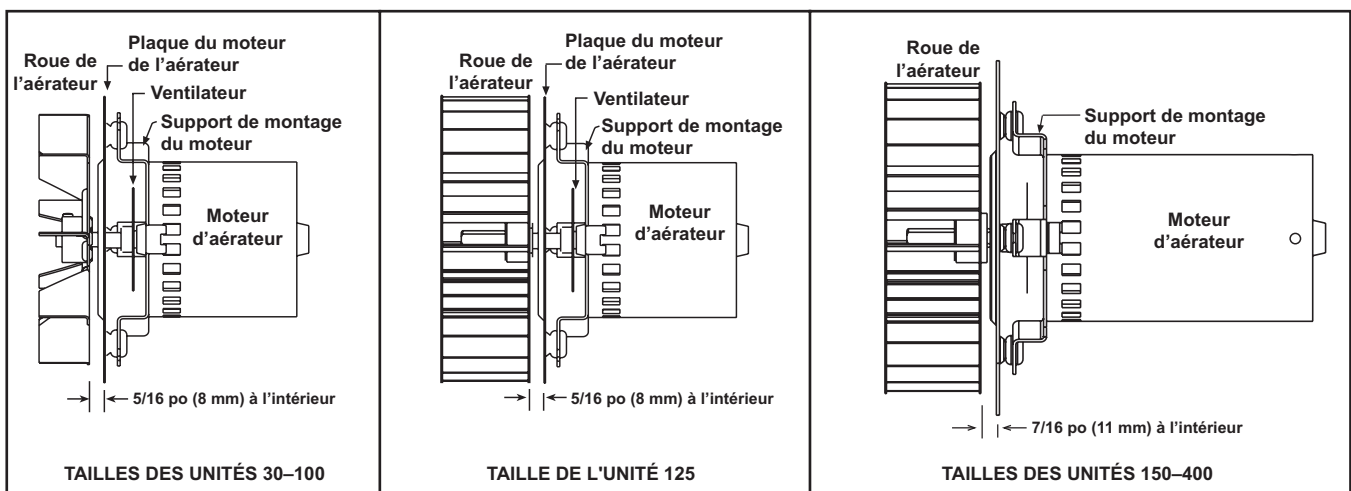

Figure 26. Moteur de l'aérateur et ensemble de la roue
6. Réassemblez avec un moteur d'aérateur et une roue de remplacement. Assurez-vous que la roue de l'aérateur est positionnée correctement sur l'arbre (voir Figure 26).